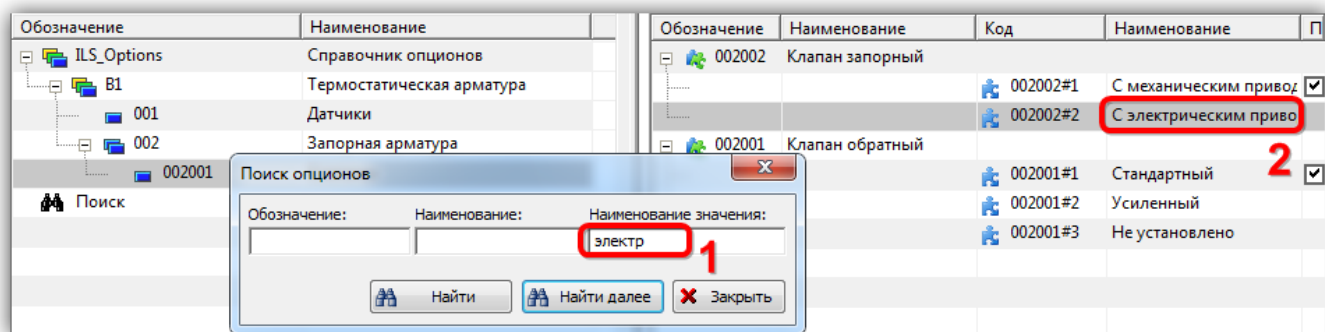

Рис. 10-155 – Результат поиска опциона по наименованию значения опциона
4) Если опцион не найден, выводится информационное сообщение, представленное на рис. 10-155.